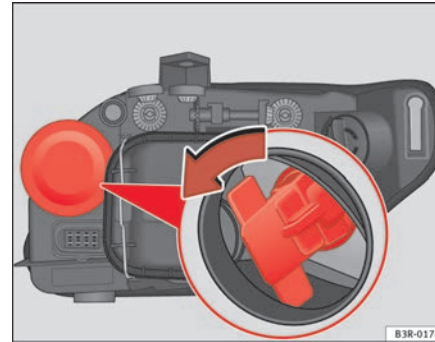

Abb. 204 Glühlampe für Blinker
- Den Lampenträger durch Ziehen am Halter und durch Drehen gegen den Uhrzeigersinn herausnehmen ⇒ Abb. 204.